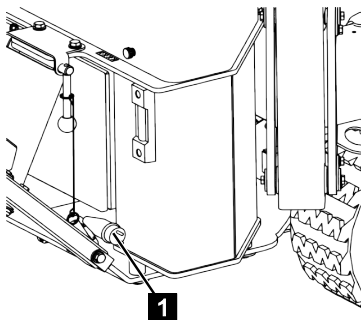

Fig. 62
1. Brancher la rallonge au connecteur (Fig.62/1). Tenir compte de la longueur de câble maximale.